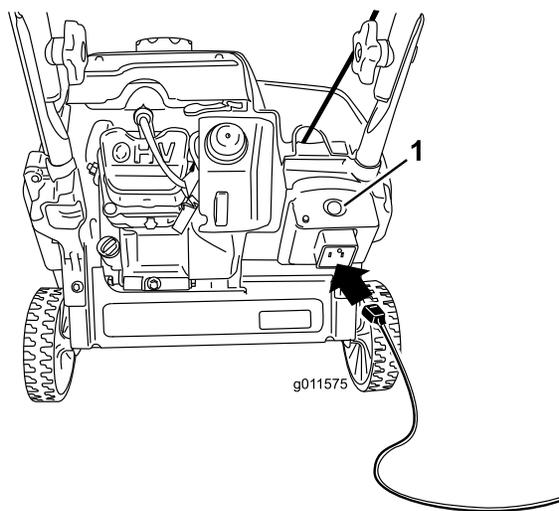

**Рисунок 17**
3. Резко нажмите 2 раза кнопку заливного насоса большим пальцем, каждый раз на секунду удерживая ее в нажатом состоянии перед отпусанием (Рисунок 17).